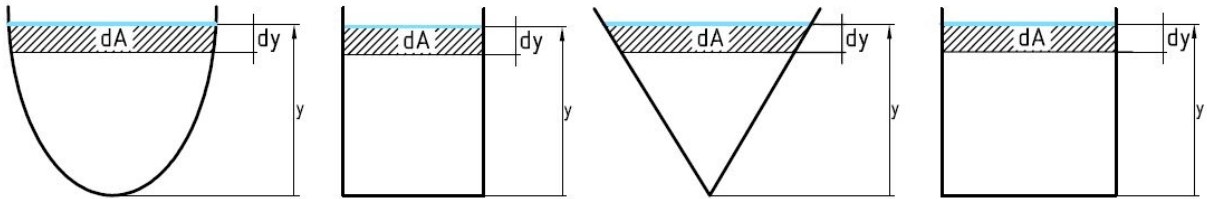

Figura 14: Secciones transversales de diferentes canales de riego
Se quiere construir un canal de riego para viñedos de una importante bodega (Figura 14). Como el canal es abierto, se sabe que el flujo puede darse en tres regímenes: crítico, subcrítico (lento y tranquilo) y supercrítico (rápido y torrencial). El régimen crítico es un estado inestable poco recomendado para el diseño de estructuras hidráulicas. Es por tanto necesario obtener una ecuación característica de este régimen que permita reconocerlo y evitarlo. Posteriormente, es conveniente determinar las variables posibles de controlar con el diseño del canal para que el régimen del flujo sea supercrítico y el agua fluya rápidamente.
3. Observe la Figura 14 y determine qué geometrías del canal son posibles bajo la suposición que dA/dy sea constante. Justifique su respuesta.